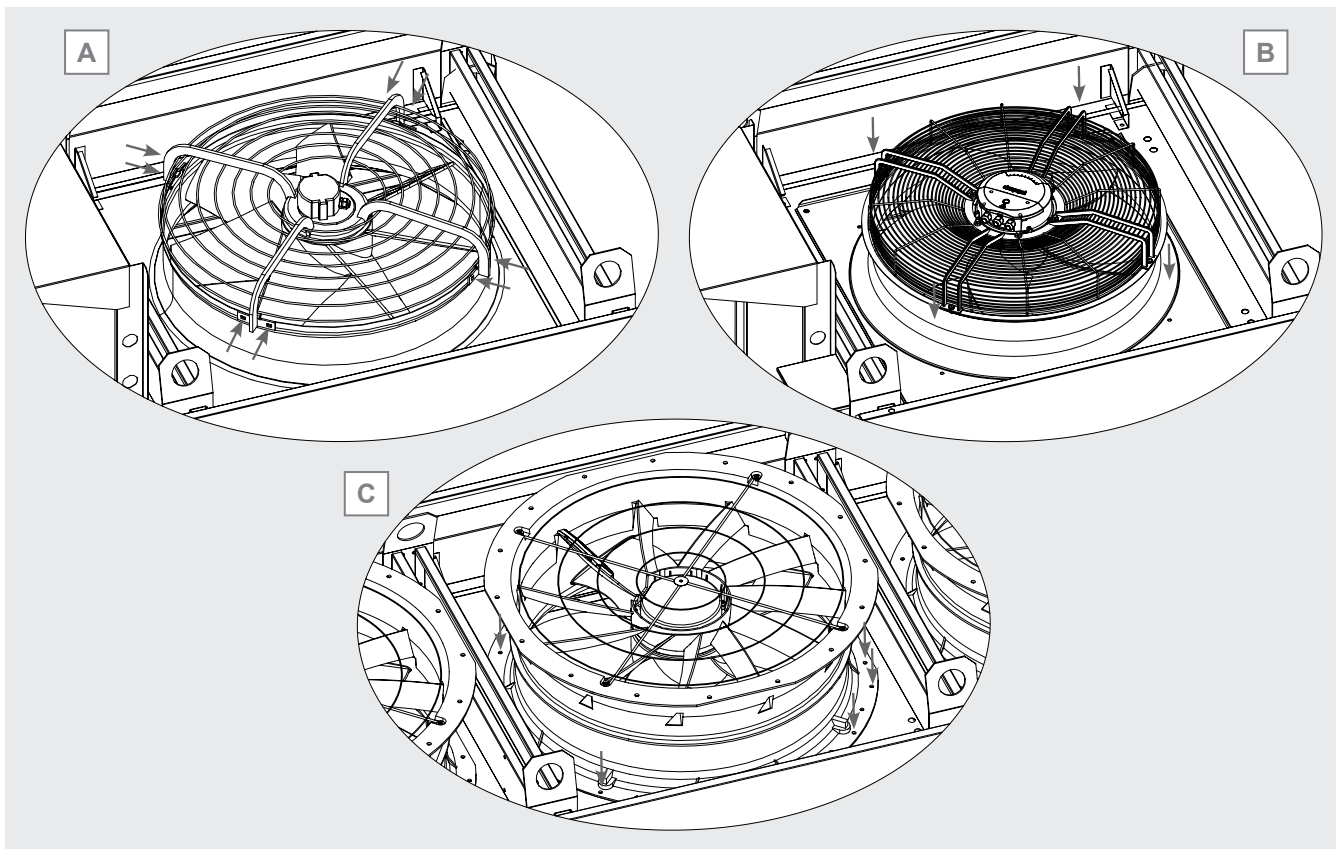

Figure 33
de vis à fixation radiale. Voir la Figure 33 A.
- Motoventilateur à fixation plane : la grille du motoventilateur est fixée à la buse installée sur le modèle au moyen de vis fixées verticalement sur une bride. Voir la Figure 33 B.
- Motoventilateur avec buse intégrée : le motoventilateur est intégré dans une buse fixée directement sur le convoyeur du modèle. Voir la Figure 33 C.
- ventilateur à fixation radiale et plane : repérer les vis qui fixent la grille du ventilateur à la buse et les retirer complètement. Conservez-les dans un endroit approprié. Voir la Figure 33 A et B.
- ventilateur avec buse intégrée : repérer les vis qui fixent la buse au modèle et les retirer complètement. Les ranger dans un endroit approprié. Voir Figure 33 C.